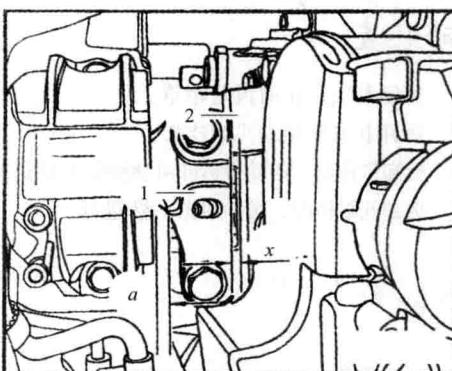

图 1-27 发动机支座的铸造边必须和支持臂平行安装
- ① 发动机支座和右侧纵梁的间隔 a 大于 10mm。
- ② 如图 1-27 所示,发动机支座的铸造边必须和支持臂平行安装,前后尺寸 x 必须一致。